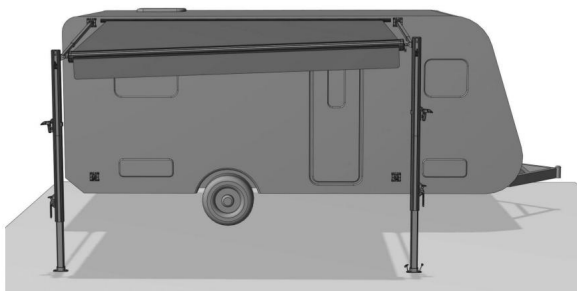

Figure D19
4.2.8 Nous recommandons d'utiliser le store uniquement à des fins de protection solaire. En cas de forte pluie, de neige et de vent, veuillez fermer le store pour éviter tout dommage. Si le store est utilisé sous une pluie légère, ajustez la longueur du pied de support et inclinez un côté du store pour évacuer rapidement l'eau. (Figure D19)